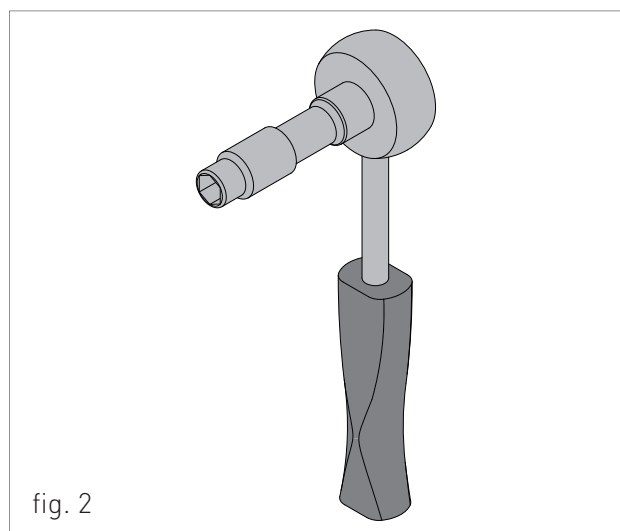

fig. 2
- > sujetar la parte inferior del panel y retirarlo desplazándolo lateralmente (C - fig. 2) y tirando hacia arriba (D - fig. 2).
10. PRESENCIA DE LLAMA / TAMBIÉN INDICA, MEDIANTE 3 NIVELES DE PORCENTAJE, EL NIVEL DE MODULACIÓN DE LA CALDERA (fig.2)